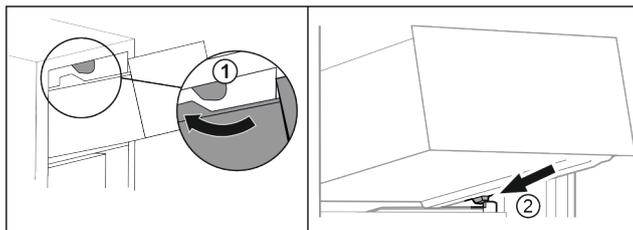

Fig. 22
- ▶ Prevedte zásuvku okolo horných zarážok. Fig. 22 (1)
- ▶ Nasadte zásuvku šikmo za dolnými zarážkami na rebro nádoby. Fig. 22 (2)